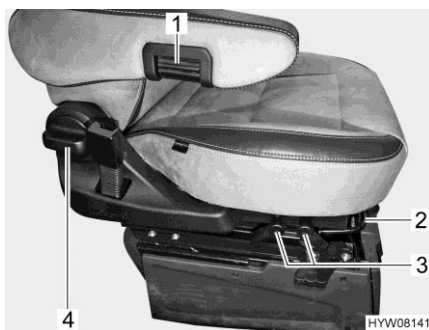

Fig. 19 Regolazione del sedile
- Tirare la staffa (Fig. 19,2) verso l'alto.
- Tirare la relativa leva (Fig. 19,3) verso l'alto.
- Ruotare la maniglia (Fig. 19,4).
- Per una regolazione precisa, ruotare la rotella zigrinata (Fig. 19,1). A seconda della direzione di rotazione il bracciolo si muove verso l'alto o verso il basso.